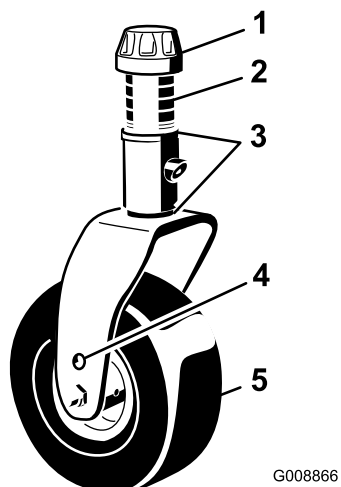

Figura 2
1. Retire los casquillos tensores de los ejes y retire los espaciadores y las arandelas de empuje (Figura 2).
2. Coloque espaciadores en el eje de la rueda giratoria hasta obtener la altura de corte deseada; consulte Figura 7 y Figura 8 para determinar la combinación de espaciadores necesaria. Coloque una arandela de empuje en el eje, y pase la rueda giratoria por el brazo de la rueda giratoria. Instale otra arandela de empuje y los espaciadores restantes en el eje e instale el casquillo tensor para fijar el conjunto (Figura 2).